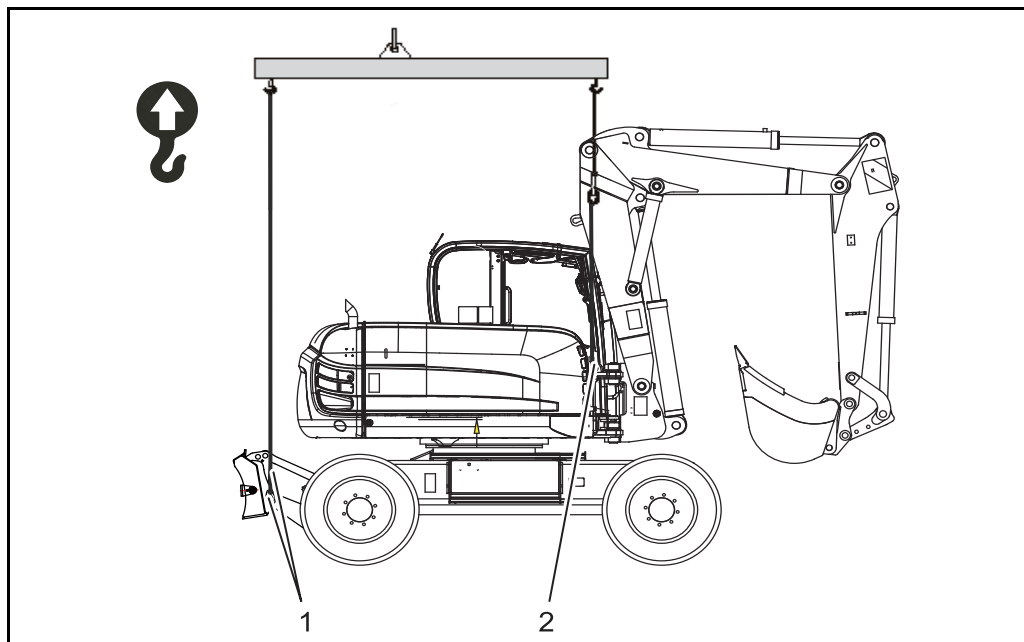

Fig. 8-5 Manutention du matériel par grue
- ◆ Monter la flèche jusqu'à la hauteur (Fig. 8-5) indiquée.
- ◆ Fixer correctement la machine à l'aide d'un engin de levage 3 points aux points marqués (Fig. 8-5) prescrits.